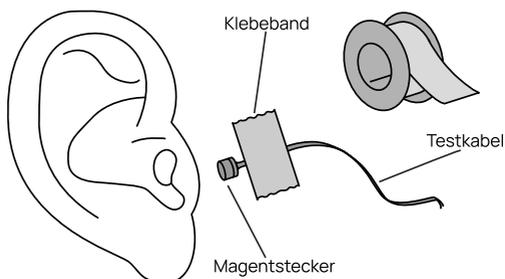

Abbildung 21: Anbringen des Testkabels am Kopf der Patientin / des Patienten für den Einsetzvorgang
4. Zur späteren Verbindung mit dem Gehörgangsmodul sollte das Testkabel so an der Patientin / am Patienten fixiert werden, dass die Hörkontaktlinse® ohne Beeinträchtigung eingesetzt werden kann. Dies kann dadurch erreicht werden, indem das Testkabel in einem Abstand von etwa zwei cm zur Gehörgangsöffnung mit Klebeband am Kopf der Patientin / des Patienten befestigt wird (siehe Abbildung 21). Ein abweichender Abstand kann je nach Länge des Gehörgangs notwendig sein.